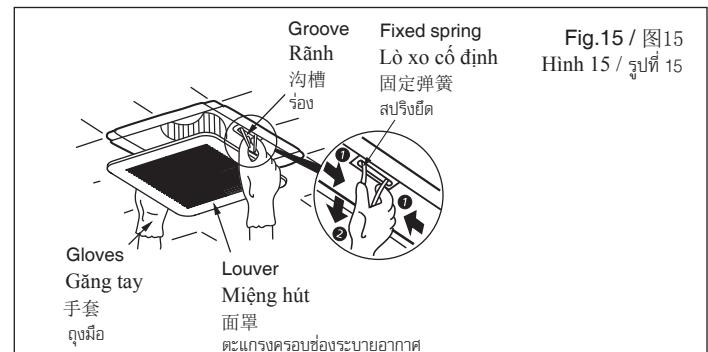

Fig.15 / 图15
- ① Remove the louver. (Fig.15)
① Tháo miếng hút. (Hình 15)
① 拆下面罩(图15)。
① ถอนตัวด้วยกรองครองครอบช่องระบบอากาศ (รูปที่ 15)